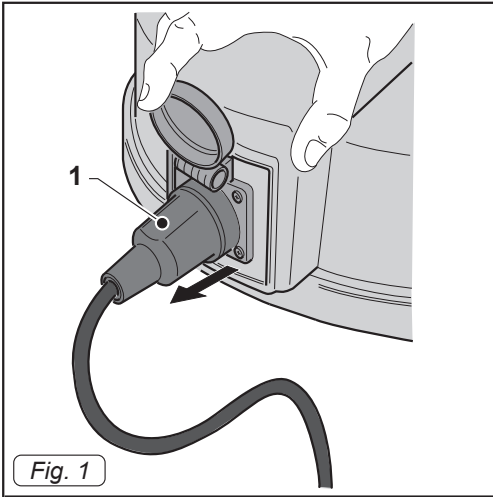
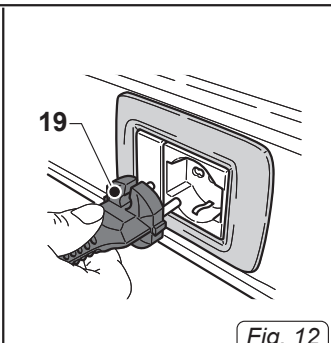

Fig. 1
Fig. 12
- Отсоединить шнур питания (1 Рис. 1) Насос эвакуации.
- Вставьте вилку (1 Рис. 1) на соquete.
- Вставить вилку (19 Рис. 12) в электрическую розетку и убедиться, чтобы вилочная часть разъема (1 Рис. 1) электропитания насоса для откачки жидкости была правильно вставлена.
- Отключить штепсельную вилку (19 Рис. 12) от электрической розетки.
- Вынуть вилку (1 Рис. 1) питания насоса для откачки жидкости.